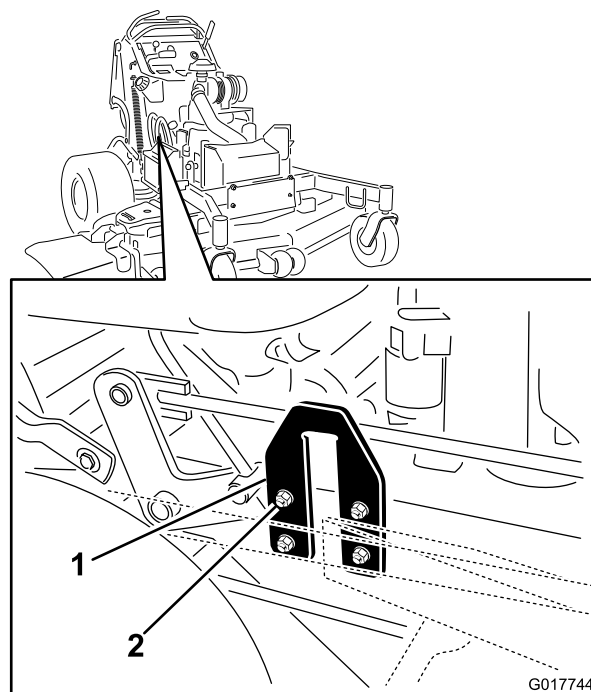

Figura 92
- Localice las chapas con forma de U en los laterales de la carcasa del motor (Figura 92).
- Afloje la chapa en U en un lado y ajústela hacia arriba o hacia abajo hasta que la diferencia entre las medidas **B** y **C** sea de no más de 6 mm (1/4 pulgada), según se muestra en Figura 92.